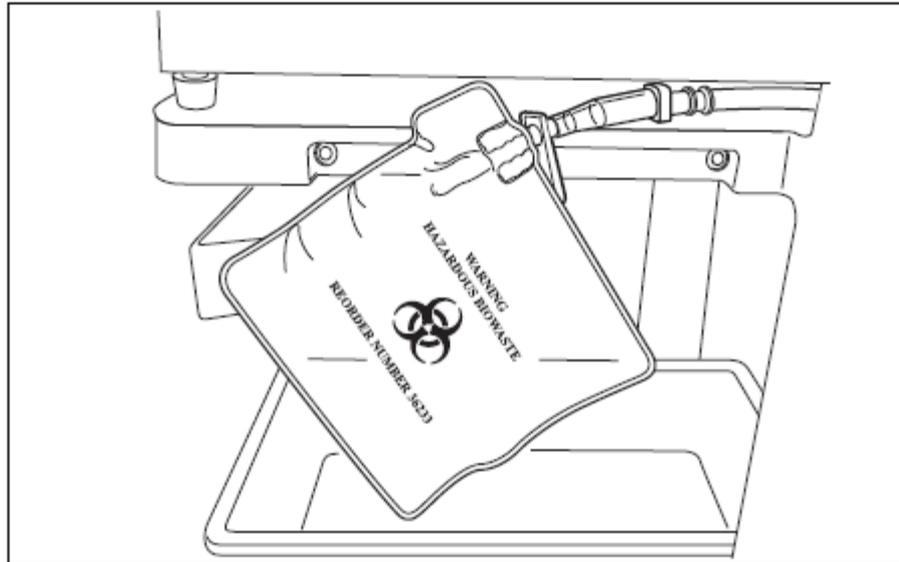

図33 トレーからぶら下がった状態のオーバーフローバッグ
3. チューブにねじれやつぶれがないことを確認します。バッグをチューブにぶら下げます (図 33 参照)。